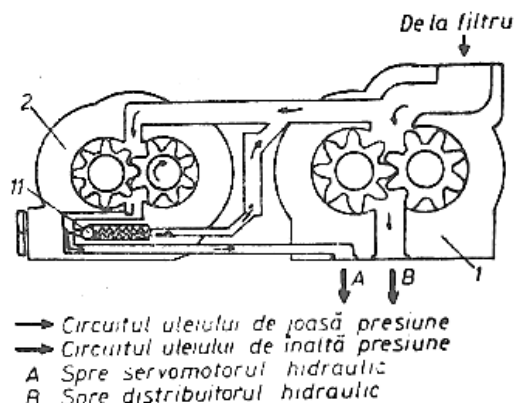

Fig. 3 – Schema pompei hidraulice duble:
Uleiul este aspirat printr-un orificiu comun de alimentare a celor două pompe hidraulice (fig. 3), iar refularea uleiului se face separat prin câte un orificiu spre distribuitorul instalației hidraulice (B), respectiv servodirecției (A).